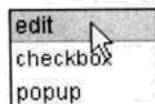

图 7.43 Type 参数内容
- Type：指编辑参数的方式，如图 7.43 所示。包括 edit, checkbox 和 popup 形式，分别为文本输入、多选和下拉菜单形式。